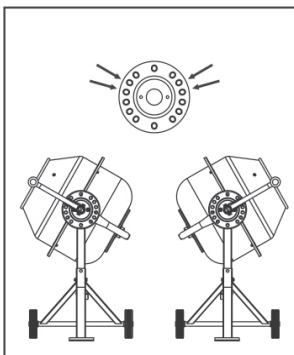

Fig.14
- Posizionare l'asse del tamburo per il carico del calcestruzzo come mostrato in Fig.14.